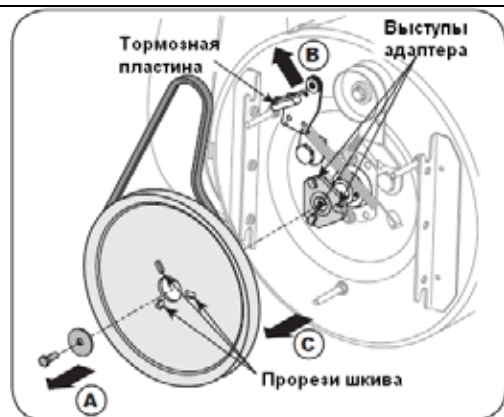

Рис. 35
6. Блокируйте крыльчатку бруском дерева для предотвращения вращения и, используя ключ  $\frac{1}{2}$ " , отверните болт и извлеките плоскую шайбу с центральной части шкива в кожухе шнека (См. А Рис. 35).
7. Приподнимите тормозную пластину от шкива (см. В Рис. 35) и снимите шкив с выступов адаптера шнека для снятия старого ремня.
9. При необходимости поверните шкив для того, чтобы совместить три прорези шкива с тремя выступами адаптера шнека, затем отведите кронштейн тормоза от канавки шкива. После совмещения прорезей шкива с выступами на адаптере полностью осадите шкив на адаптер (См. Рис. 35). Убедитесь в том, что тормозная пластина тормозного кронштейна достигла и полностью сидит на канавке шкива.
**ВАЖНО:** Если адаптер шнека был извлечен вместе со шкивом, совместите шлицы адаптера и входного вала шнека, и установите шкив и адаптер во входной вал (См. Рис.35).